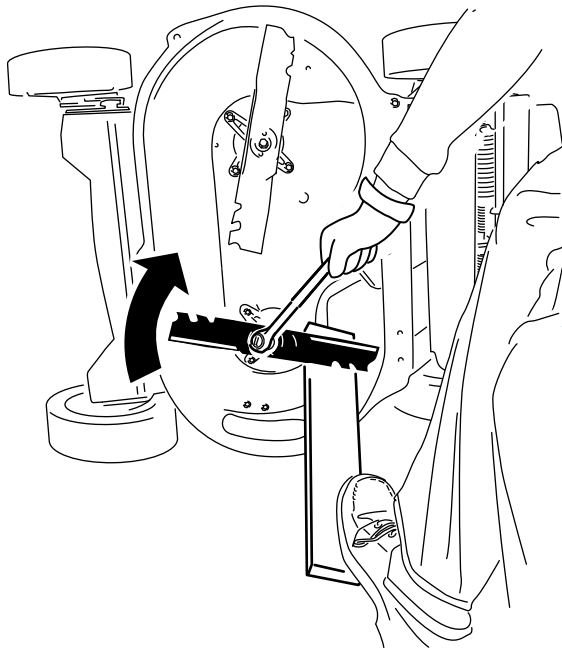

Figura 43
2. Apoye cada cuchilla en un trozo de madera, y gire el perno de la cuchilla en el sentido de las agujas del reloj con una llave dinamométrica, según se muestra en Figura 43; apriete el perno de la cuchilla a 82 N·m (60 pies-libra).